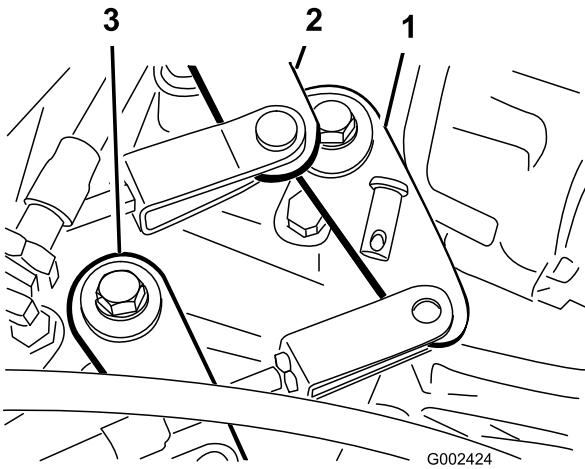

Bild 56
2. Nehmen Sie die Lastösenbolzen ab, mit denen die Schaltzüge an den Getriebeschalthebeln befestigt sind (Bild 56).